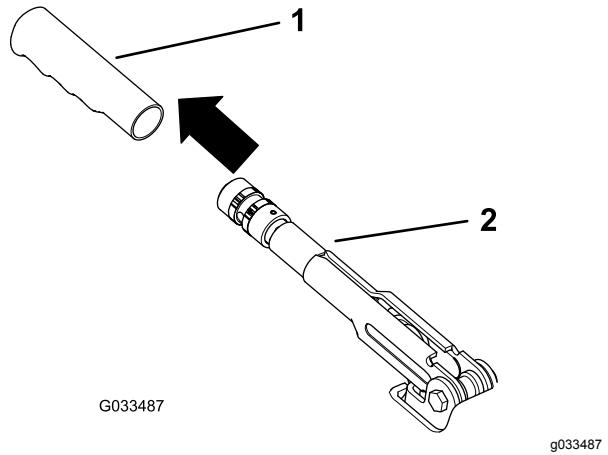

Figura 63
1. Retire a pega de borracha da alavancas do travão de mão (Figura 63).